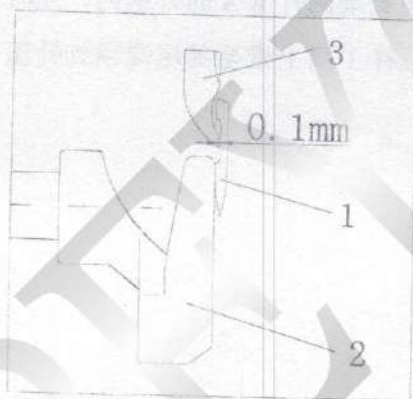
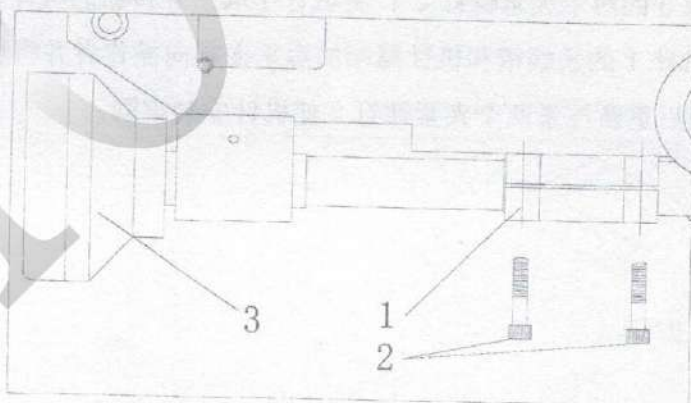

图 7
图 8
## 3、机针和梭座位置的调整（图 7、图 8）
本机器的机针和梭座的准确位置如图 7 所示：梭子 3 的梭尖与机针 1 上的勾线槽底部的距离为 0.1mm 左右。
当此位置不准确时，调整的方法如下（如图 8）：
- (1) 拧松连接块 1 上的两个夹紧螺丝 2；
- (2) 按照需要向左或向右移动梭座 3，将机针与梭座的位置调整至如图 7 所示的位置；
- (3) 调整到位后重新拧紧连接块 1 上的两个夹紧螺丝 2。